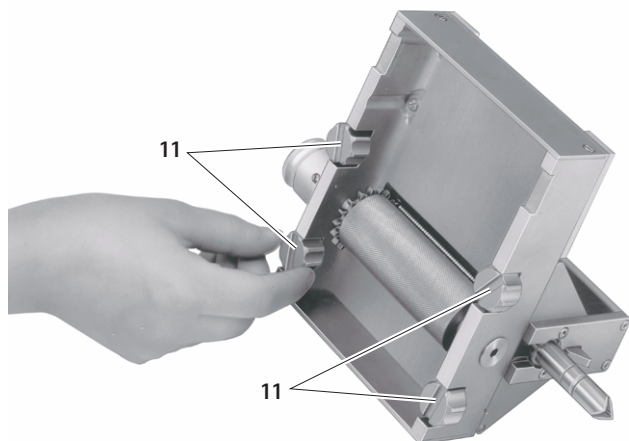

Fig. 1
- Vänd skärreggregatet 4 så att de fyra skruvarna 11 blir synliga, se Fig. 1.
- Vänd skäraggregatet **4** så att de fyra skruvarna **11** blir synliga, se Fig. 1.